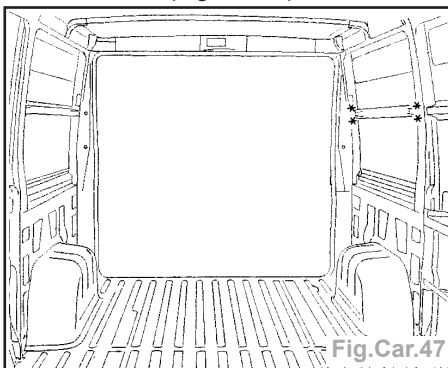

Fig.Car.47
- dégraffer les points à l'aide d'une fraise de  $\varnothing 8$  mm (Fig.Car.47).